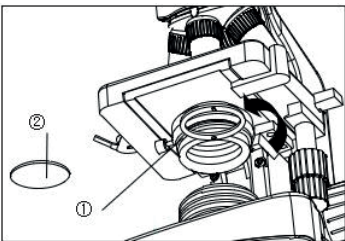

Fig.7
2.2.4 Installation des filtres de couleur (Fig.7)
1. Tourner le support du condenseur 1 dans le sens de la flèche de la Fig.7.